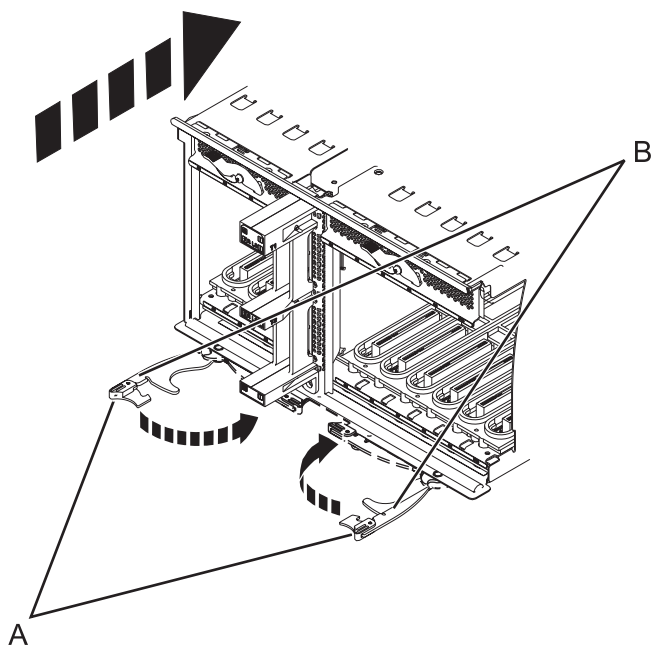

Figure 71. Installation de la carte mère d'entrée-sortie sur un modèle monté en armoire
8. Insérez la carte mère d'entrée-sortie fermement dans le serveur, comme indiqué dans la figure 71, à la page 77.
9. Fixez la carte mère d'entrée-sortie avec les languettes de verrouillage (A), comme indiqué dans la figure 71, à la page 77.